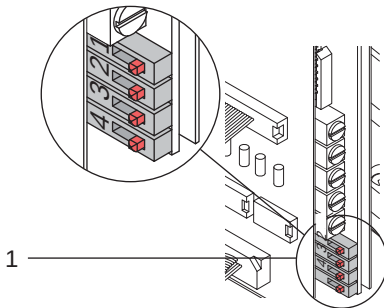
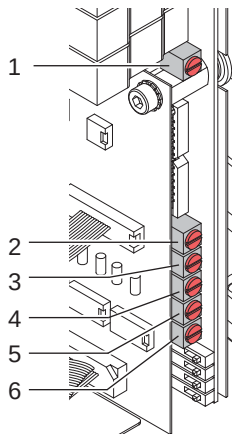

Bild 15 DIP-Schalter
Bild 16 Regler
Der Applikator kann in verschiedenen Betriebsarten betrieben werden. Diese unterscheiden sich in der Betriebsart "Drucken/Etikettieren" oder "Etikettieren/Drucken". Diese Optionen lassen sich über DIP-Schalter (Bild 15) auf der Leiterplatte auswählen. Weitere Einstellmöglichkeiten beziehen sich auf die Verzögerungszeiten einzelner Abläufe, welche über Regler (Bild 16) eingestellt werden können. Um diese Einstellungen vorzunehmen, muss die Verkleidung (2) durch Lösen der Schrauben (1) demontiert werden, um die Leiterplatte zugänglich zu machen.